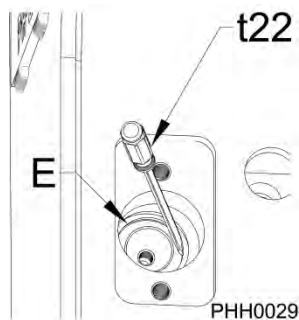
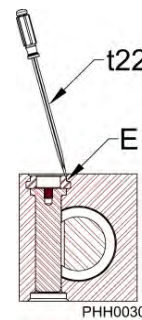

Figure 2
Figure 3
2. Retirer l'anneau de la goupille de retenue (E) à l'aide d'un tournevis (t22), voir les figures 2 et 3. Le segment sort facilement s'il est tiré en angle, comme illustré à la figure 3.